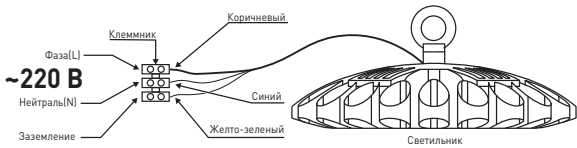

Рис. 1. Схема подключения светильника к сети 220В.
3.3.2. Этот провод необходимо подключить к проводу источника питания с помощью клеммника в соответствии со схемой, изображенной на рис. 1;